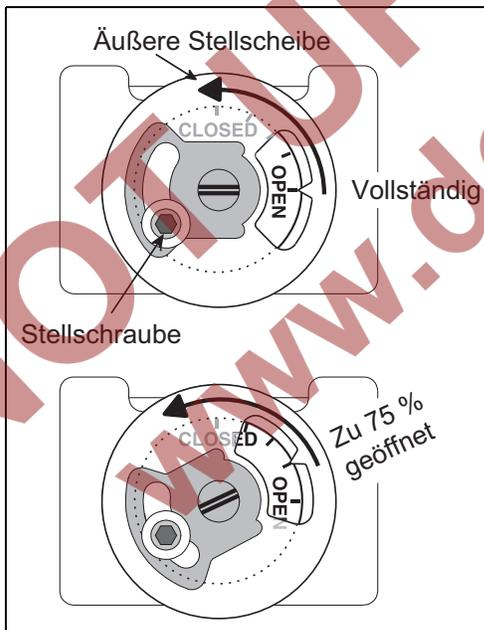

Abbildung 4.8. Einstellen der manuellen Drosselklappe
1. Stellen Sie für die manuelle Gasdrosselklappe eine Öffnung von 75 % ein. Siehe Abb. 4.8.
1. Stellen Sie für die manuelle Gasabsperklappe eine Öffnung von 75 % ein. Siehe Abb. 4.8.